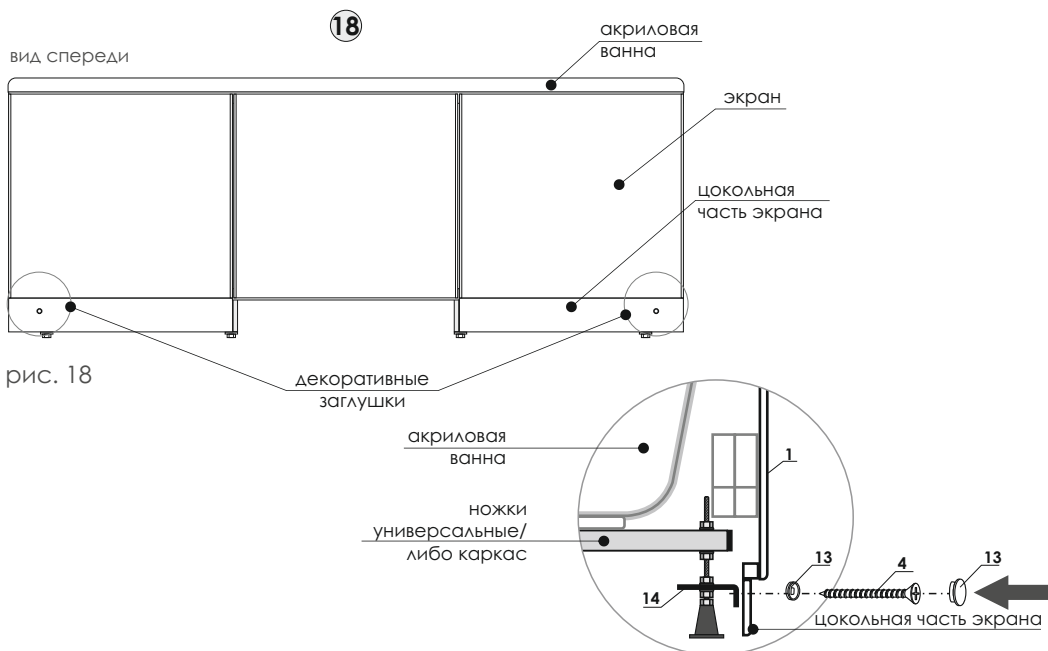

рис. 18
18. Используя шурупы 4x35 и декоративные заглушки зафиксируйте экран (рис.18).